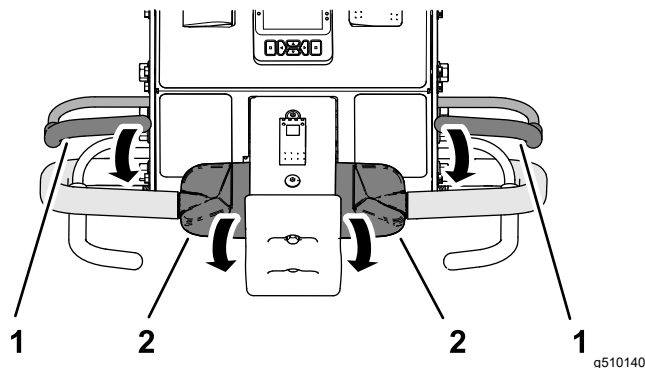

Figura 33
2. Premete una qualsiasi delle barre di presenza dell'operatore contro la maniglia e ruotate in avanti la parte superiore del comando di trazione (Figura 33).